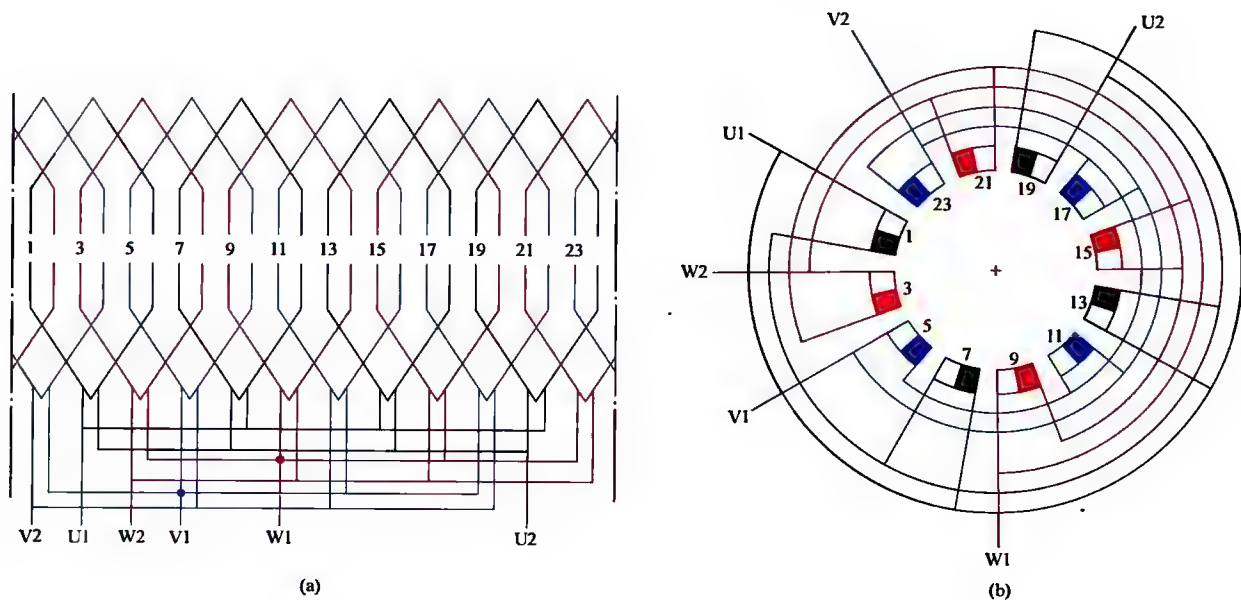

图 1-22 三相 4 极 24 槽单层链式绕组 4 路接法
22. 三相 4 极 24 槽单层链式绕组 4 路接法展开图与接线圆图 (见图 1-22)